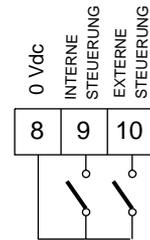

Abb. 17
- Für den Anschluß der Impulsgeber wird auf Abb. 17 verwiesen. Zur Installation mehrerer interner bzw. externer Steuerungen die Schließer parallelschalten.